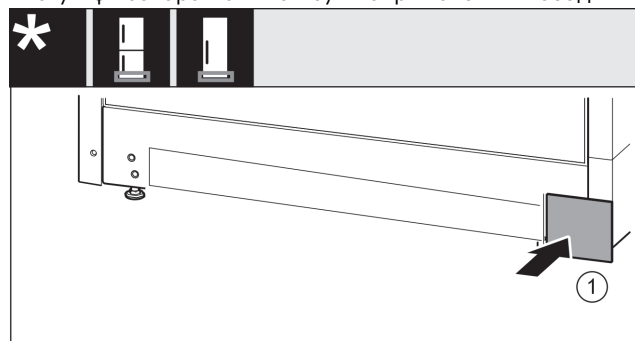

Fig. 17
- Знову вставте кришку Fig. 17 (1) з іншого боку.